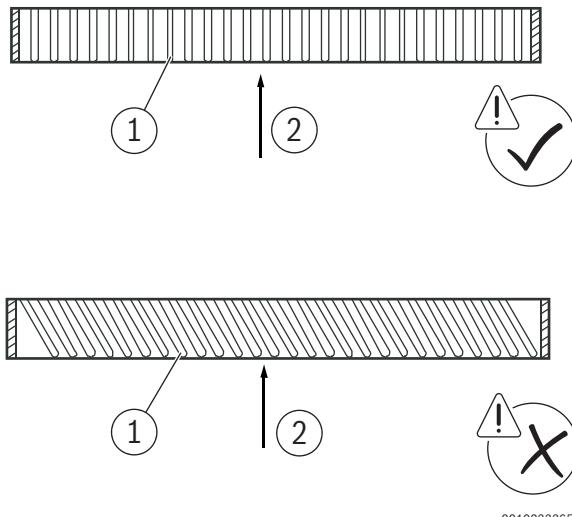

Bild 7
- Die Lamellen des Lufteintrittsgitters so ausrichten, dass sie parallel zur Lufteintrittsrichtung stehen. Wenn die Ausrichtung der Lamellen am Lufteintrittsgitter und die Lufteintrittsrichtung nicht übereinstimmen, entstehen störende Geräusche (→ Abb. 7).